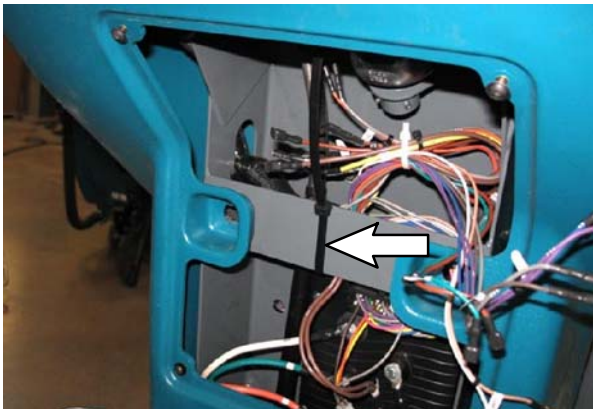

ABB. 53
35. Befestigen Sie den Kabelbaum mit einem Kabelbinder am oberen Querträger des Lenkkanals und damit außer Reichweite des Lenkschafts (1). (Abb. 53)